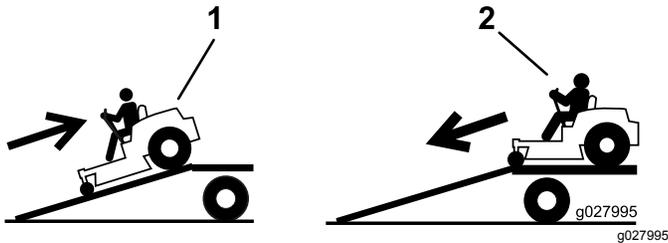

Bild 38
4. Fahren Sie mit der Maschine rückwärts auf die Rampe (Bild 38).
2. Fahren Sie die Maschine vorwärts von der Rampe herunter (Bild 38).